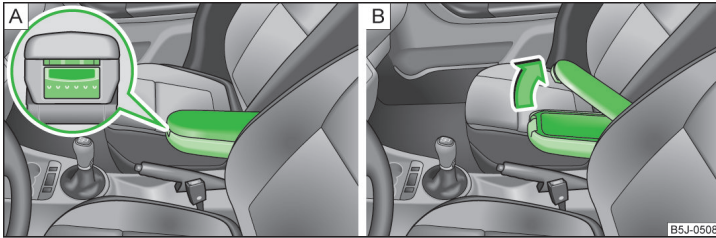

Abb. 86 Armlehne: Ablagefach / Ablagefach öffnen
- Die untere Taste an der Stirnseite der Armlehne drücken » Abb. 86 - **A**.
- Die obere Taste drücken und den Deckel des Ablagefachs nach oben klappen » Abb. 86 - **B**.